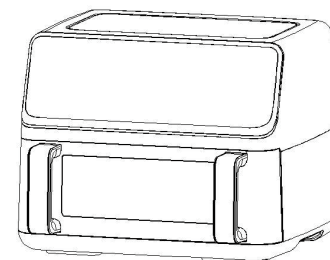

Fig. 3
- Branchez la fiche dans une prise murale reliée à la terre (Fig.3).